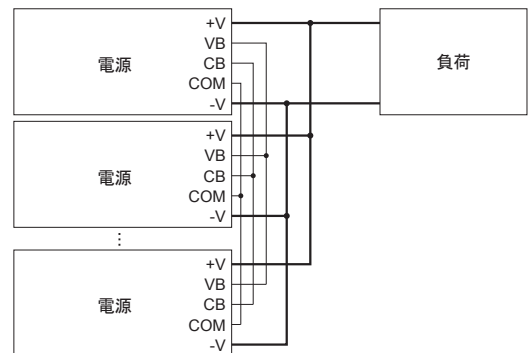

図2.2 並列運転時の接続
■図2.2の配線をすることで、並列運転可能です。並列接続する全ての電源のCB（カレントバランス）端子、VB（ボルテージバランス）端子、COM端子どうしを接続してください。